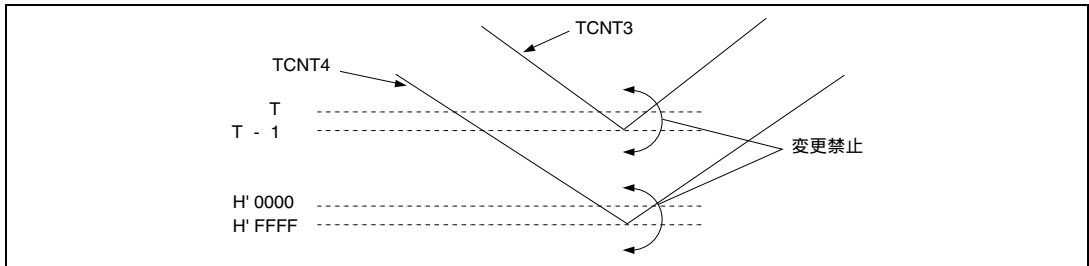

図 10.40 バッファ動作による GR の設定変更時の注意 (2)
バッファ動作によるGRの設定変更時の注意 (2) を図10.40に示します。